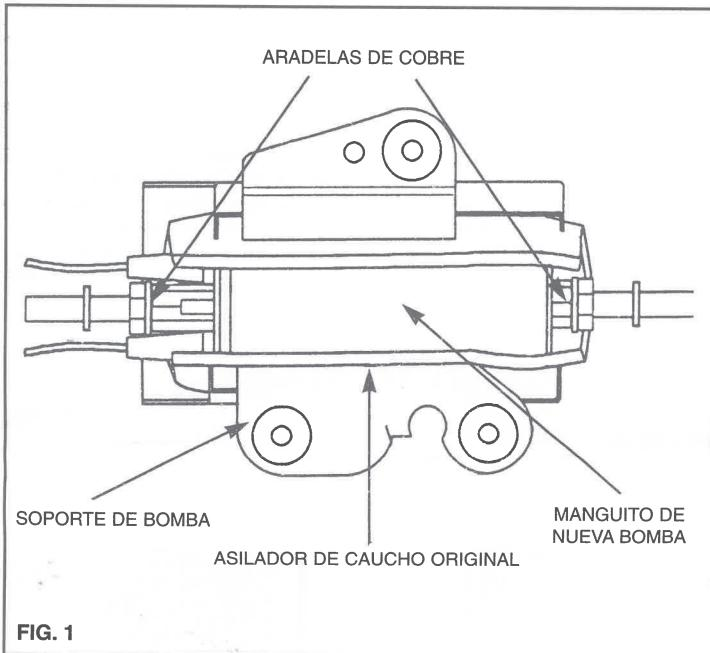

FIG. 1
A) Instale el nuevo manguito de caucho en la nueva bomba de combustible. (Fig. 1).
B) Instale las conexiones de combustible en la nueva bomba con arandellas de cobre entre la bomba y las conexiones. (Fig. 1) Apriete a un torque de 200 libras pulgada.
D) Instale el nuevo terminal de anillo positivo (+) en el borne de terminal roscado 6-32 positivo (+) de la bomba de combustible. Instale la arandela de cierre en el pasador. Enrosque la tuerca 6-32 en el pasador y apriétela a diez (10) libras por pulgada.
E) Instale el nuevo terminal de anillo negativo (-) en el borne de terminal roscado 6-32 negativo (-) de la bomba de combustible. Instale la arandela de cierre en el pasador. Enrosque la tuerca 6-32 en el pasador y apriétela a diez (10) libras por pulgada.
F) Envuelva la bomba de combustible con el manguito aislador original de la misma (el que guardó durante el procedimiento de remoción) e instale este conjunto en el soporte de retención metálico de la bomba de combustible. Asegúrese de que la entrada y salida de la bomba estén orientadas correctamente en relación al soporte (Vea Fig. 1).